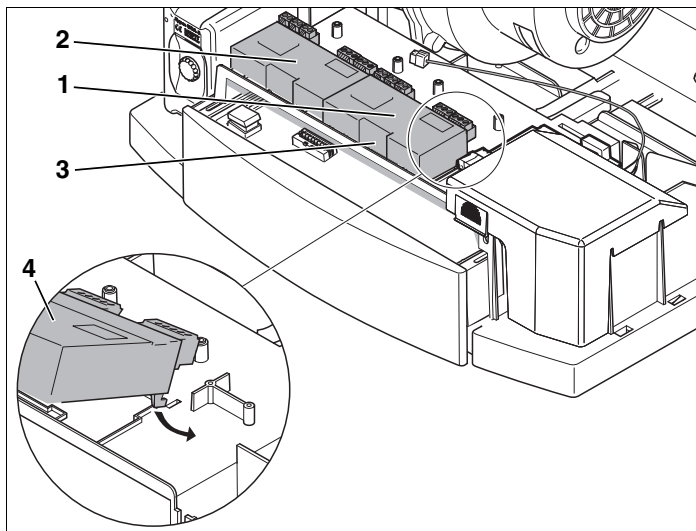

Рис. 2 Вставить и защелкнуть функциональный модуль
- Установить функциональный модуль (рис. 2, **поз. 4**), вставив крюки в вырезы, и защелкнуть на замок (рис. 2, **поз. 3**).